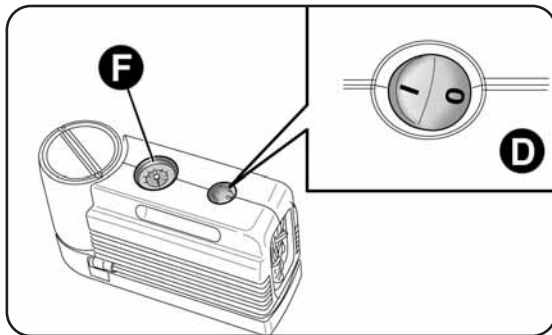
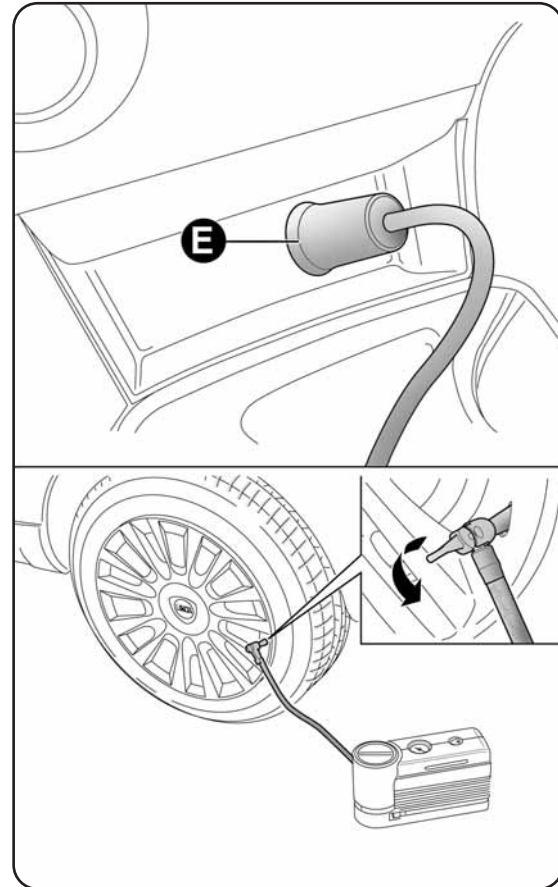

fig. 5
fig. 6
- assicurarsi che l'interruttore D-fig. 5 del compressore sia in posizione 0 (spento), avviare il motore, inserire la spina E-fig. 6 nella presa di corrente e azionare il compressore portando l'interruttore D-fig. 5 in posizione I (accesso).
Gonfiare il pneumatico alla pressione prescritta nel paragrafo “Pressione di gonfiaggio” del capitolo “6”. Per ottenere una lettura più precisa, si consiglia di verificare il valore della pressione sul manometro F-fig. 5 con il compressore spento;
Il compressore può essere utilizzato anche per il solo ripristino della pressione. Disinnestare l'attacco rapido e collegarlo direttamente alla valvola del pneumatico fig. 6; in questo modo la bomboletta non sarà collegata al compressore e non verrà iniettato il liquido sigillante.